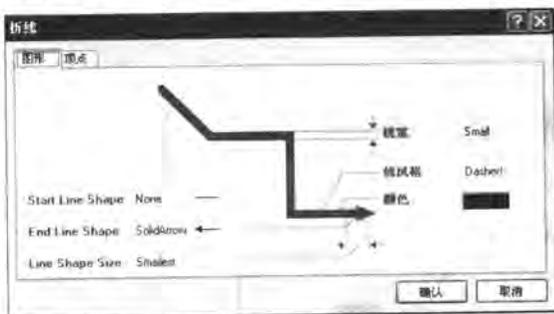

图 3-108 属性设置
- [5] 【Start Line Shape】(起点形状) 设置为“None”; 【End Line Shape】(终点形状) 设置为“SolidArrow” (实心箭头); 【线风格】设置为“Dashed” (虚线), 如图 3-108 所示。